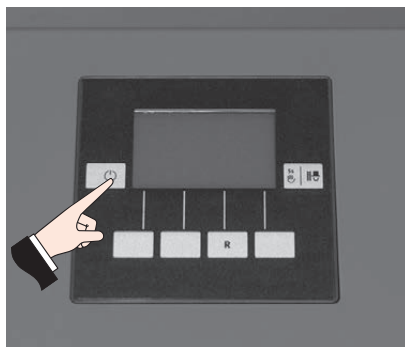

Fig. 38 Spegnere BioWIN lite
- ▶ Spegnere la caldaia con il tasto ON/OFF su InfoWIN^{PLUS} (Fig. 38 – vedere anche il manuale d'uso di InfoWIN^{PLUS}) e attendere la fine combustione (circa 20 minuti).
- ▶ Spegner la caldaia con il tasto ON/OFF su InfoWIN^{PLUS} (Fig. 38 – vedere anche il manuale d’uso di InfoWIN^{PLUS}) e attendere la fine combustione (circa 20 minuti).